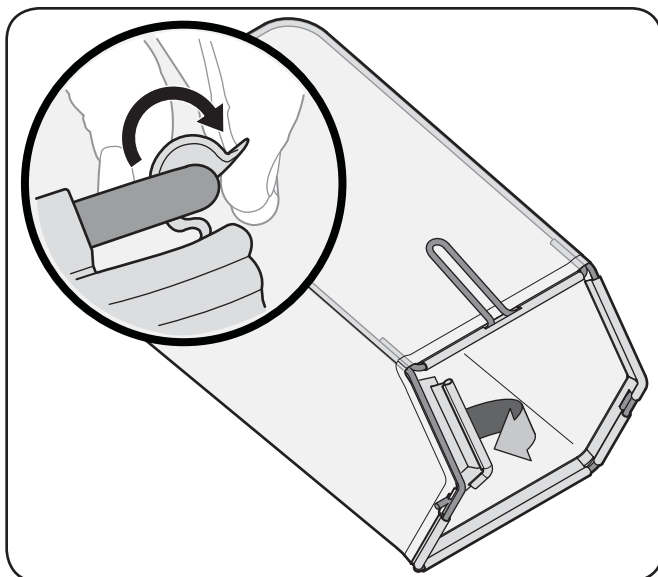

Figure 3-7
- b. Attachez le sac sur l'armature en accrochant les glissières sur l'armature, comme à la Fig. 3-7.